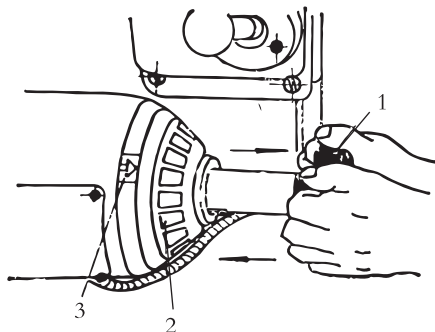

图 2-41 进给变速操作
3) 进给变速操作。变速操作时,先将变速操纵手柄外拉,再转动手柄,带动转速盘旋转(转速盘上有23.5~1180毫米/分共18种进给速度),当所需要的转速数对准指针后,再将变速手柄推回到原位(见图2-41),按动“起动”按钮使主轴旋转,再扳动自动进给操纵手柄,工作台就按要求的进给速度做自动进给运动。